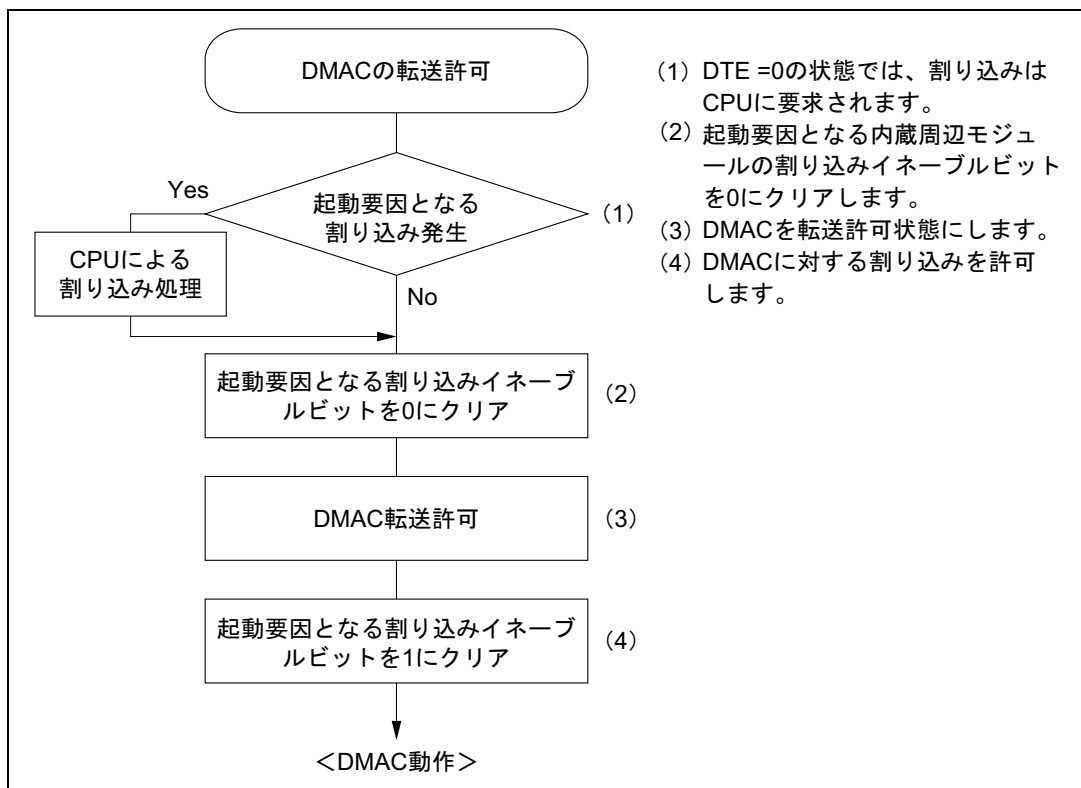

図 7.26 内蔵周辺モジュールが動作中に DMAC を転送許可状態にする場合の手順例
- (1) 内部割り込みでDMACを起動する場合、起動要因を選択してからDMACを転送許可状態にするまでの期間に選択した起動要因が発生しないようにしてください。すなわち、DMACを転送許可状態にした後、起動要因となる内蔵周辺モジュールを動作させてください。内蔵周辺モジュールの動作中にDMACを許可状態にする場合、**図7.26**の手順で行ってください。
なお、DTE=1 なおかつ DTME=0 の状態では、DMAC は停止状態であり、また CPU にも起動要因となる割り込みは要求されません。たとえば、NMI 割り込みにより、DMAC を停止状態にした場合は、起動要因となる割り込みは CPU には要求されません。このとき、DMAC 動作を打ち切る場合には、DTE ビットを 0 にクリアし、CPU に割り込みを要求させてください。DMAC 動作を継続する場合には、DTME ビットを 1 にセットする前後で、**図 7.26** の (2)、(4) の操作を行ってください。
- (2) 16ビットタイマの割り込み要求でDMACを起動する場合、割り込みによって起動されるDMA転送が終了するまで、次の割り込みが発生しないようにしてください。1つの16ビットタイマの割り込み要求で複数チャンネルを起動する場合には、起動されるすべてのDMA転送が終了するまで、次の割り込みが発生しないようにしてください。転送が終了するまでに次の割り込みが発生すると、その割り込みを選択しているチャンネルが以降の起動要求を受け入れなくなる場合があります。